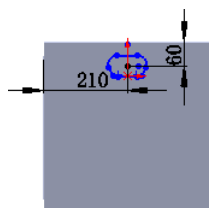

图 17.11.47 编辑草图
(4) 编辑草图，如图 17.11.47 所示。退出草图环境，完成成形特征 1 的创建。